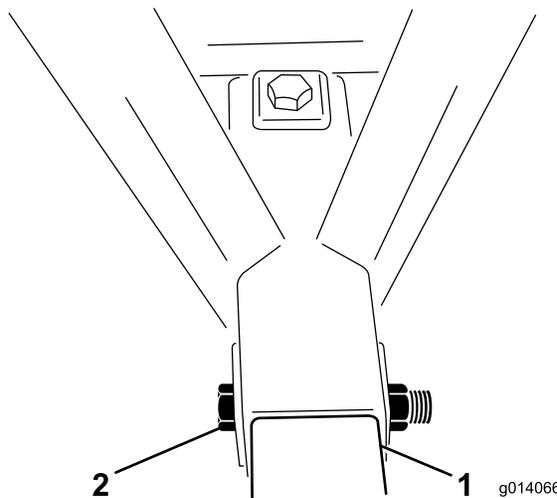

图4
5. 把一个 1 x 6-1/2 英寸的螺栓安装到框架和挂钩管，并安装锁紧螺母（图4）。
6. 把第二个 1 x 6-1/2 英寸的螺栓安装到框架顶部和挂钩管底部。安装锁紧螺母（图4）。